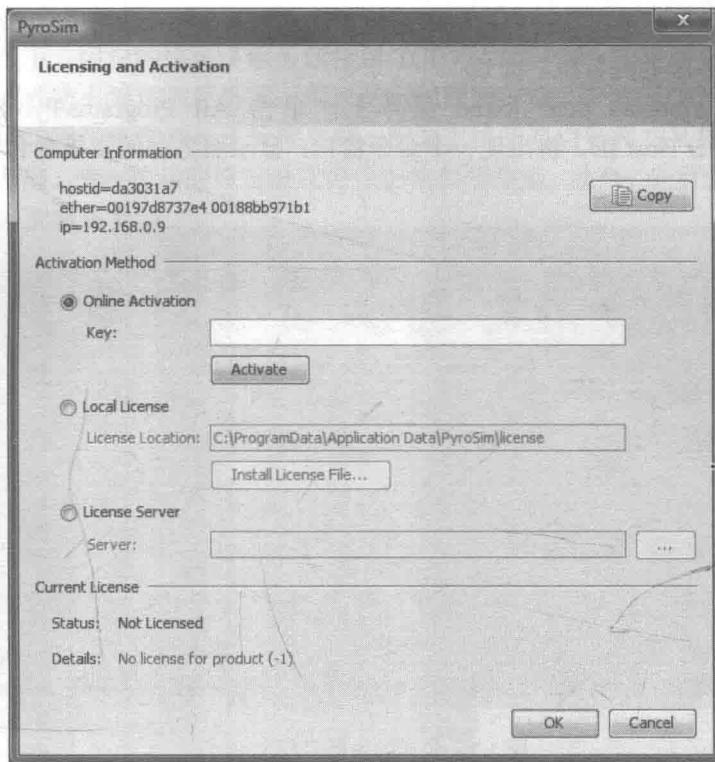

图 1.1 注册码和激活对话框
① 开始 PyroSim。如果目前安装的 PyroSim 未经注册，Licensing and Activation 对话框会自动出现，用户可以跳到第③步。
② 在 Help 菜单上，单击 Licensing。
③ 选择 Online Activation 选项。
④ 在 Key 中输入注册码，如图 1.1 所示。
⑤ 单击 Activate 按钮。
(1) 转移许可 用户的注册码转移到另一台计算机：
① 在 Help 菜单上，单击 Remove License...。
② 单击 OK，将永久删除用户的许可证。
③ 对话框显示注册码已被成功删除。复制另一台计算机的机器码并与 Thunderhead Engineering (公司) 联系，为这台计算机补发注册码。
④ 关闭 Remove License 对话框，PyroSim 退出当前用户。
(2) 更新 PyroSim 更新 PyroSim 版本，只需运行更新 PyroSim 版本的安装程序即可，用户当前运行的程序文件将被删除，替换为更新的版本，用户的注册码保持不变。